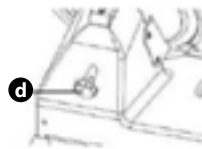

Fig. 6
- Per rimuovere la copertura della lama (3) allentare la vite (d) situata sul retro del dispositivo (Fig.6) ed esercitare sulla stessa una pressione verso la copertura di protezione della lama. Rimuovere quindi la copertura della lama.